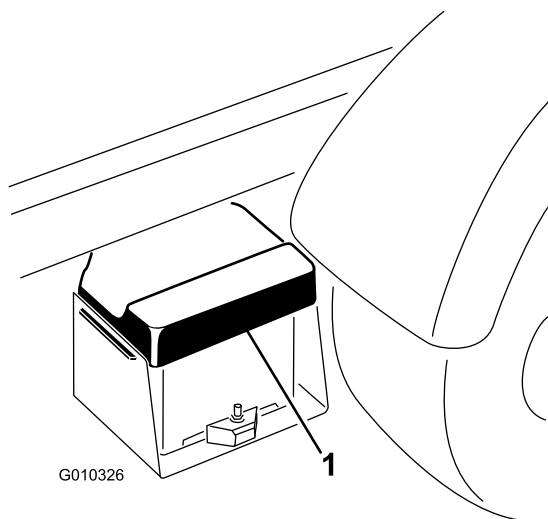

Figura 61
1. Stringete il coperchio della batteria per liberare le linguette dalla cassetta della batteria, quindi rimuovete il coperchio della batteria dalla cassetta della batteria stessa (Figura 61).